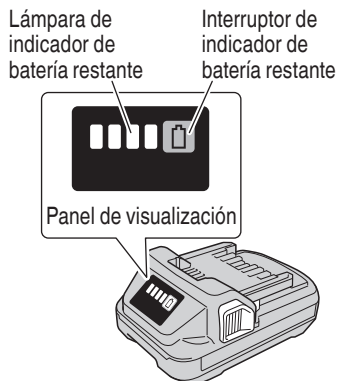

Fig. 10
- Puede comprobar la capacidad restante de la batería presionando el interruptor de indicador de batería restante para encender la lámpara indicadora. (Fig. 10, Tabla 6)